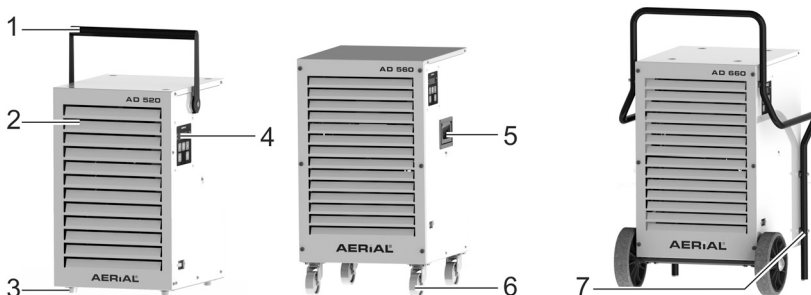

Fig. 1 : Déshumidificateur Séries AD 520 / 540, AD 560 / 580, AD 660 / 680
Les déshumidificateurs de la série AD 520 / 540 disposent d'une poignée rabattable et de quatre pieds (Fig. 1, pos. 3).
Les déshumidificateurs de la série AD 560 / 580 disposent de deux poignées de transport, de deux roulettes pivotantes et de deux roulettes fixes (Fig. 1, pos. 6).